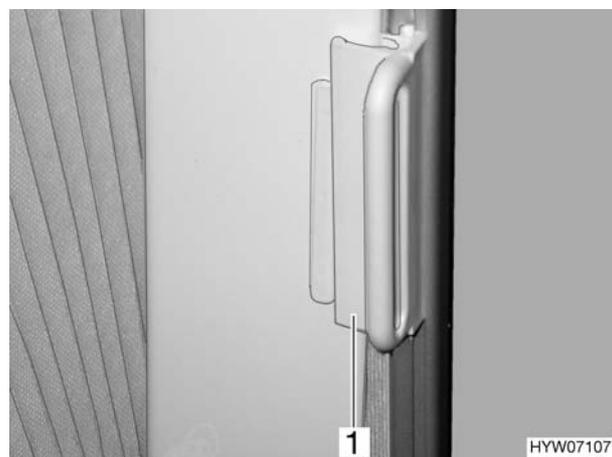

Fig. 12 Bloccaggio tendine oscuranti pieghevoli finestra del guidatore/passeggero
- ▶ Durante la marcia le tendine oscuranti pieghevoli per il parabrezza, la finestra del guidatore e del passeggero devono essere aperte, bloccate e fissate tramite il bloccaggio (Fig. 12,1).